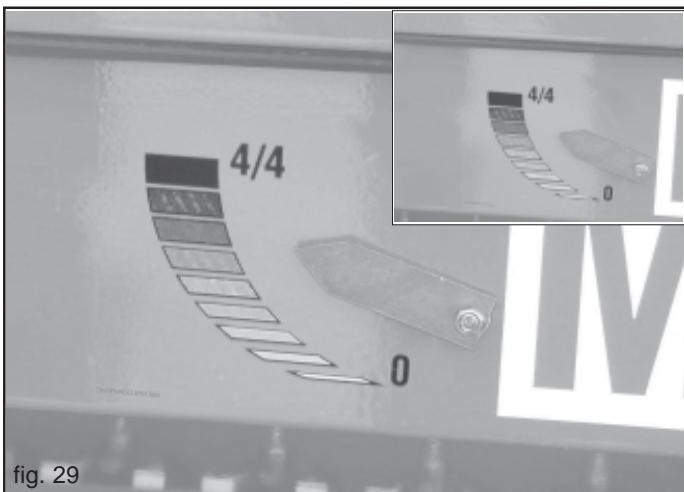

fig. 30
- extraire le verrou (cf. A Fig. 30) et par le biais des poignées, déplacer le porte-douilles en suivant le sens de la flèche.